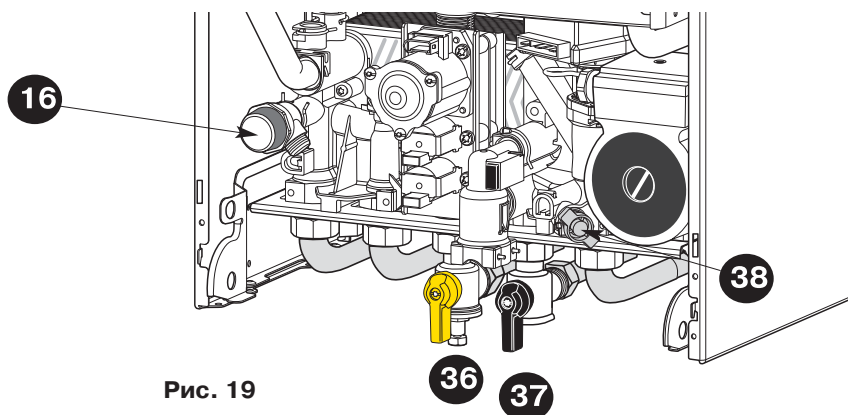

Рис. 19
### Краны и клапаны (рис. 19)
4. Откройте газовый кран **36** (рис. 19).